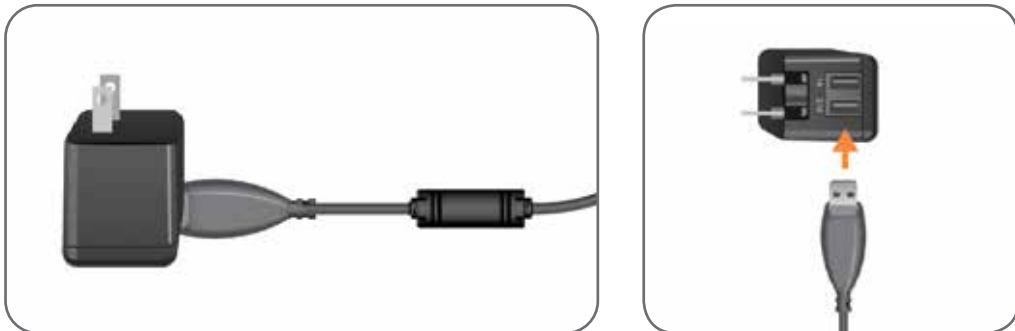

Abbildung 6-1: Anschluss des USB-Ladekabels an das Netzteil
2. Verbinden Sie den USB-Anschluss des magnetischen Ladekabels mit einem der beiden verfügbaren USB-Anschlüsse des Netzteils. Siehe Abbildung 6-1.